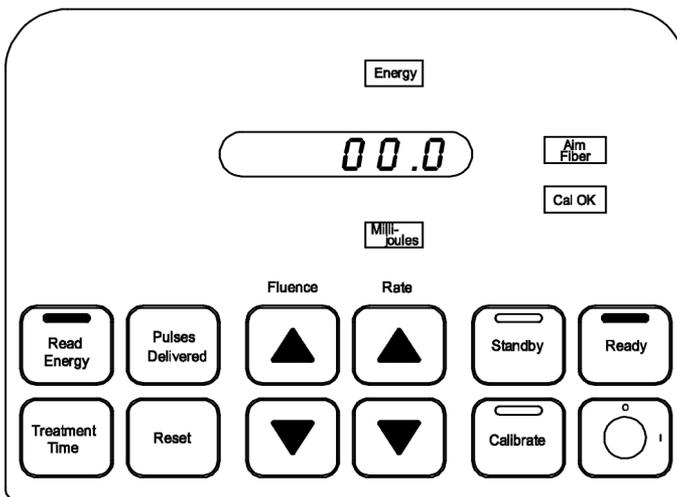

Bild 13
11. Om knappen **Read Energy** (avläs energi) trycks ned visas den utgående fiberenergin på displayen. Rikta fibern mot kalibreringsdetektorn och tryck på fotomkopplaren för att avläsa energin som kommer från fibern. (Bild 13)